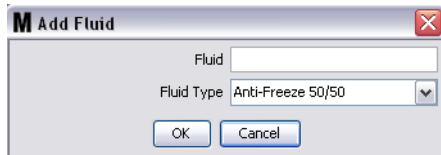

FIG. 67
3. En la pantalla Agregar fluido, introduzca el nombre del fluido en el campo Fluido (FIG. 67); se permite un máximo de 40 caracteres. Para que resulte más fácil la identificación y los informes, se recomienda que se utilicen nombres de fluido cortos.